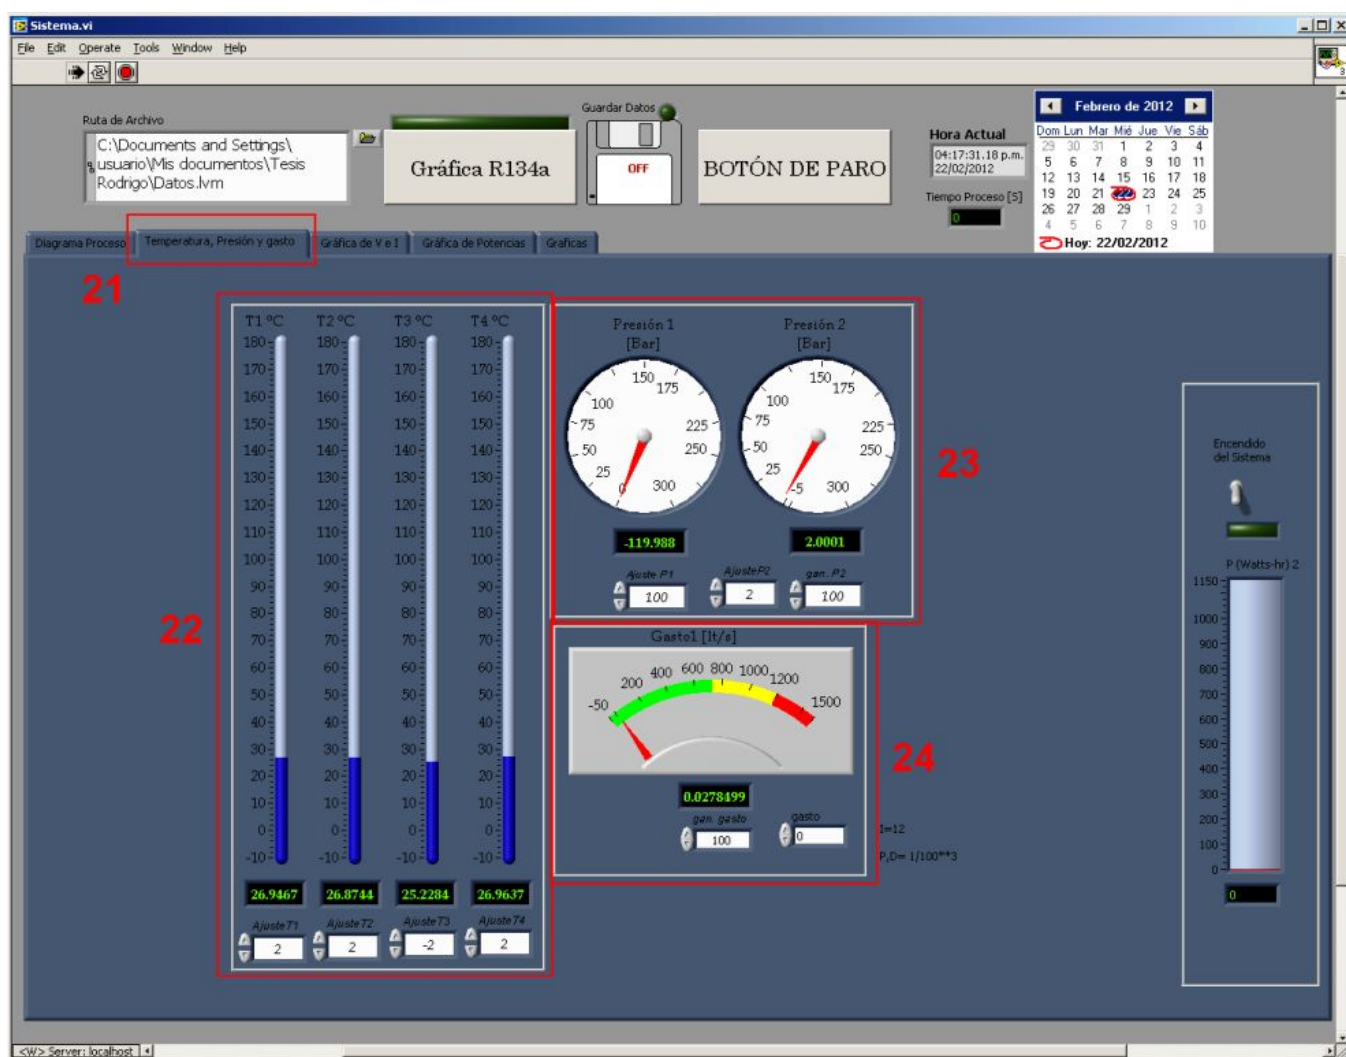

Figura 6. Pantalla de Temperatura, Presión y Gasto
Para mejor ubicación de los controles del punto (21) al (24) ver figura 6.
- (21) **Pestaña de Temperatura, Presión y gasto (21/7):** en esta pestaña se encuentran los indicadores de Temperatura, Presión y gasto volumétrico.